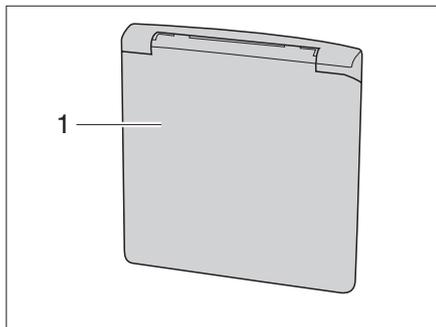

Bild 4 Klappe für 230-V-Anschluss
- ▶ Außenklappe (Bild 4,1) unten greifen und nach oben schwenken.
- ▶ Außenklappe (Bild 4,1) nach unten schwenken und zudrücken.